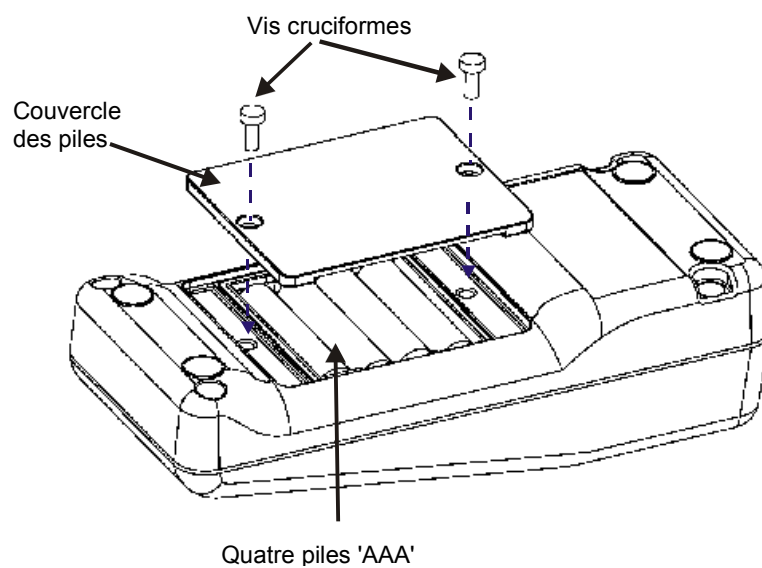

Figure 3 : Installation des piles
1. Utiliser un tournevis cruciforme pour retirer les deux vis maintenant le couvercle des piles. Voir Figure 3.